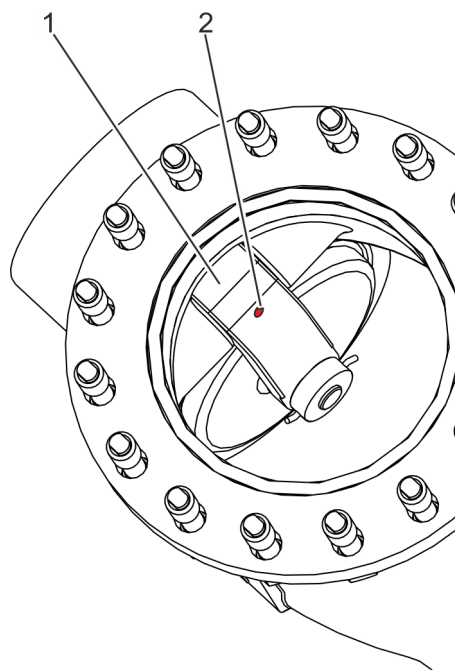

Fig. 32: Retrait de l'anneau de levage
- 17.** Dévisser l'anneau de levage de l'alésage (Voir la Fig. 32/2) dans le levier de la plaque (Voir la Fig. 32/1).